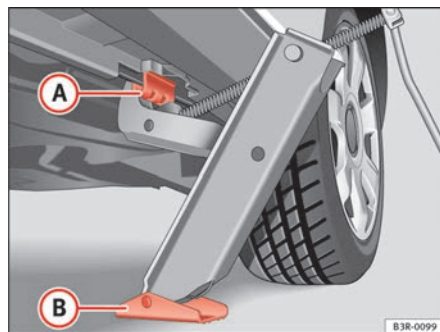

Fig. 180 Cambio di una ruota: Cric
- Applicare il cric in modo che la staffa faccia presa in corrispondenza della nervatura del montante inferiore ⇒ **fig. 180 A** e che la base mobile **B** appoggi bene a terra.